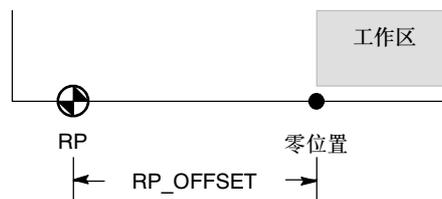

图9-15 RP与零位置的关系
- 位控向导提供高级参考点选项，可以指定一个RP偏移量(RP_OFFSET)，这个偏移量是指从RP到零位置的距离，参见图9-15。